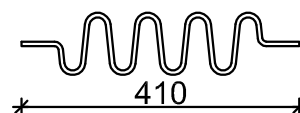

Figura 6.12
- Comprobar la longitud del absorbedor de energía y tirar del cable hasta obtener un alargamiento del absorbedor de 5-10 mm (equivalente a una fuerza de tracción de aproximadamente 100/150 daN) (cód. 000033) (véase **figura 6.12**).